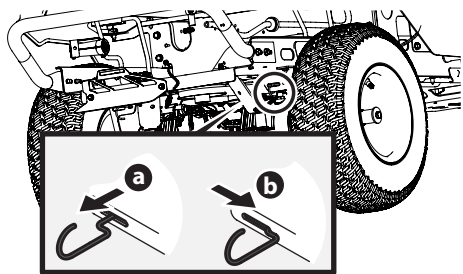
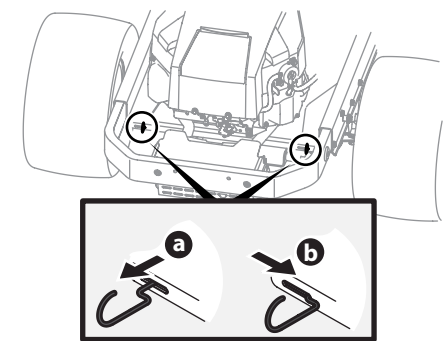

Figura 2-1
Figura 2-2
- Enganche las varillas de derivación de la transmisión, una a cada lado del tractor, para mover el tractor manualmente sin ponerlo en marcha. Las varillas de derivación de la transmisión están ubicadas en la parte trasera del tractor, justo en el interior de las ruedas traseras. Enganche las varillas de derivación tirando de cada una hacia afuera (a) y hacia la derecha (b) para trabarlas en su lugar. Consulte la Figura 2-1 para obtener información sobre los tractores con plataforma de 34 in; consulte la Figura 2-2 para obtener información sobre los demás tractores.
- Consulte la Figura 2-1 para obtener información sobre los tractores con plataforma de 34 in; consulte la Figura 2-2 para obtener información sobre todos los demás tractores.